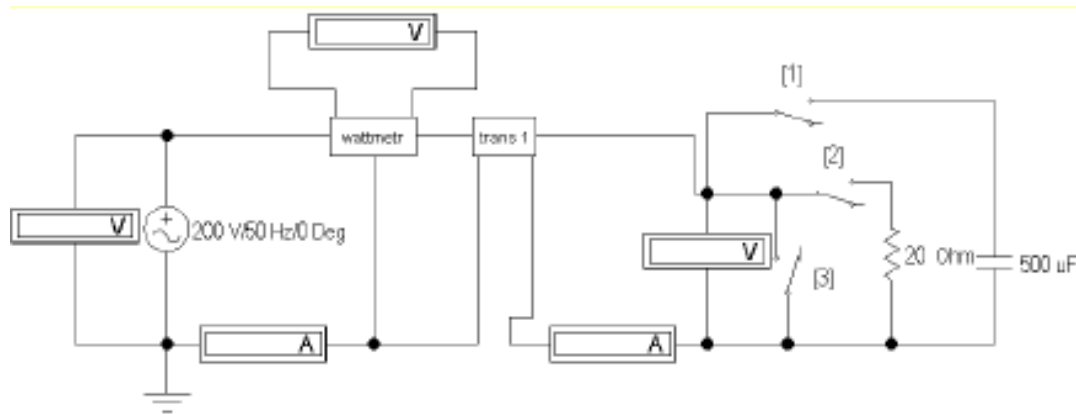

Рис. 5.3
1. Открыть файл LW5 и из поля вспомогательных компонентов **Favorites** извлечь блок **trans** с номером своего варианта. Двойным щелчком левой кнопки мыши открыть окно и повторить двойной щелчок на изображении трансформатора. Выбрать модель **ideal**, щелкнуть по **edit** и задать параметры трансформатора:  $N=0.915$ ,  $LE=0.02$ ,  $LM=0.1$ ,  $RP=1e-06$ ,  $RS=1e-06$ . Затем закрыть блок **trans**, щелкнув ОК. Извлечь также блок **wattmeter** и собрать остальную часть схемы, показанной на рис. 5.3.